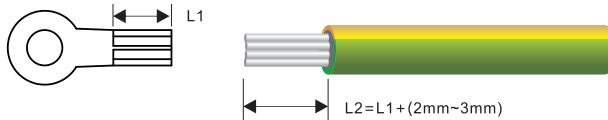

Figura 5.1 Comprimento decapado (unidade: mm)
Passo 1 Remova um comprimento apropriado da camada de isolamento do cabo PGND usando um descascador de fios; o comprimento é um pouco maior do que a extremidade de crimpagem do terminal OT em 2 mm ~ 3 mm, conforme mostrado na Figura 5.1.